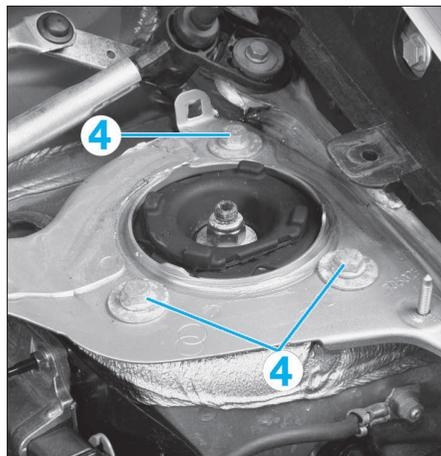

FIG. 2
- les vis (4) de fixation supérieure de l'élément de suspension sur la caisse (Fig.2).